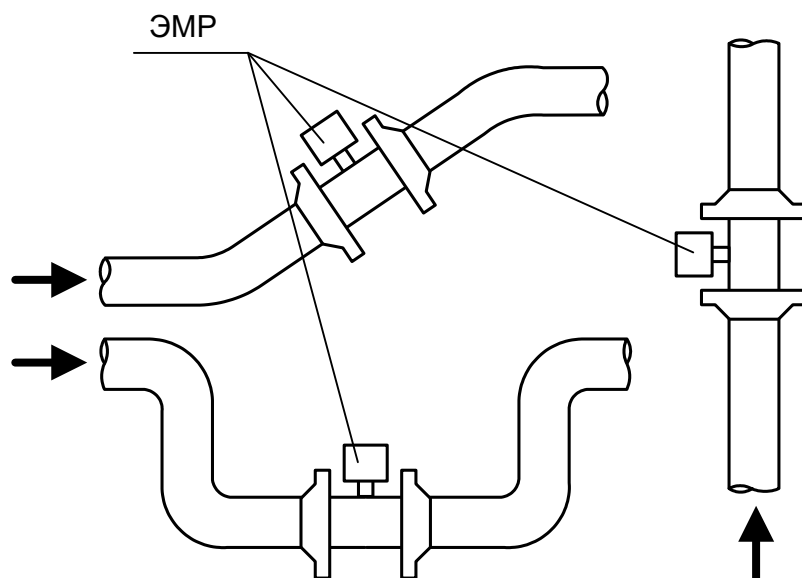

Рисунок 1 - Рекомендуемые места установки расходомера
- в месте установки в трубопроводе не должен скапливаться воздух, т.е. расходомер не должен располагаться в самой высокой точке трубопровода, а также в трубопроводе с открытым концом; наиболее подходящее место для монтажа (при наличии) – нижний либо восходящий участок трубопровода (рисунок 1);